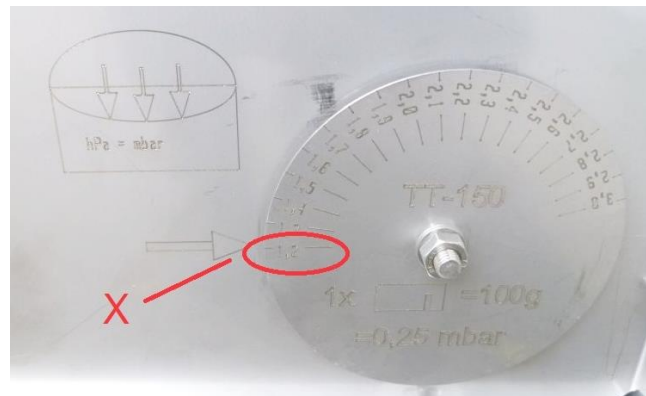

Fig. 10 : molette graduée pour la sous-pression
- Vérifiez à l'aide des valeurs indiquées sur les molettes graduées (X, fig.10 et 11) quelles sont les valeurs initiales de surpression et de sous-pressions du régulateur de pression réglées en usine. Cf. ci-dessus.